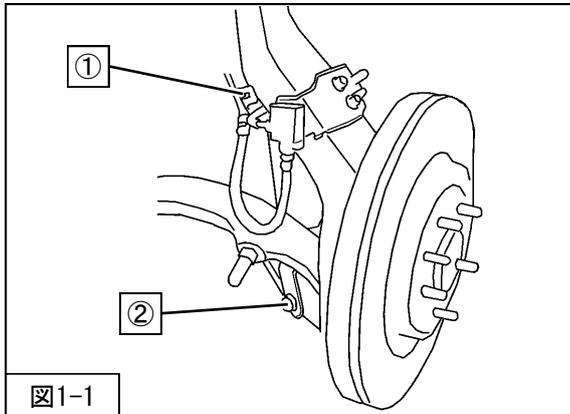

図1-1
②フロントサスペンションASSYロア取付ボルト・ナットを取外してください。(図1-1)